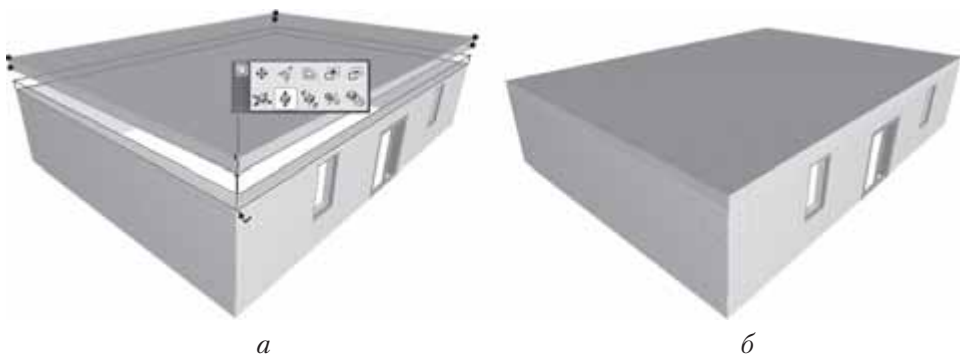

Рис. 8.15. Вертикальное перемещение
4. Переместите указатель мыши к верхней точке ближнего угла контура стены так, чтобы он принял форму  (рис. 8.15, *а*). Синхронно с перемещением указателя будет перемещаться контур перекрытия.
5. Щелкните кнопкой мыши на указанной точке. Перекрытие будет перемещено в вертикальной плоскости так, что точка его привязки совместится с указанной точкой контура стены. Задача выполнена (рис. 8.15, *б*).